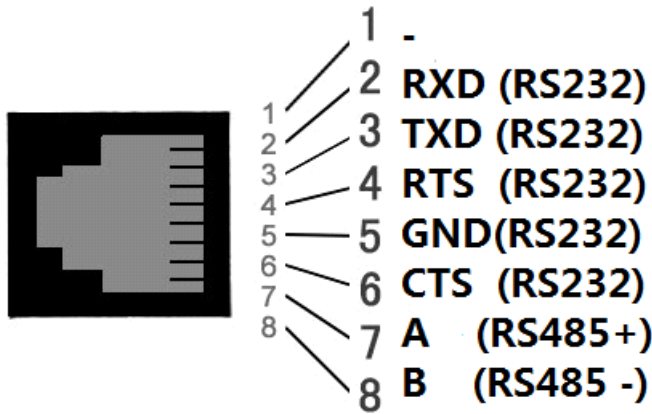

图 3-10 针脚分配
- 使用串口通信时，需通过**通信接口 > 模块特定设置**选用 RS232 或 RS485 模式，并根据管脚定义进行接线。管脚定义如图 3-10 所示。